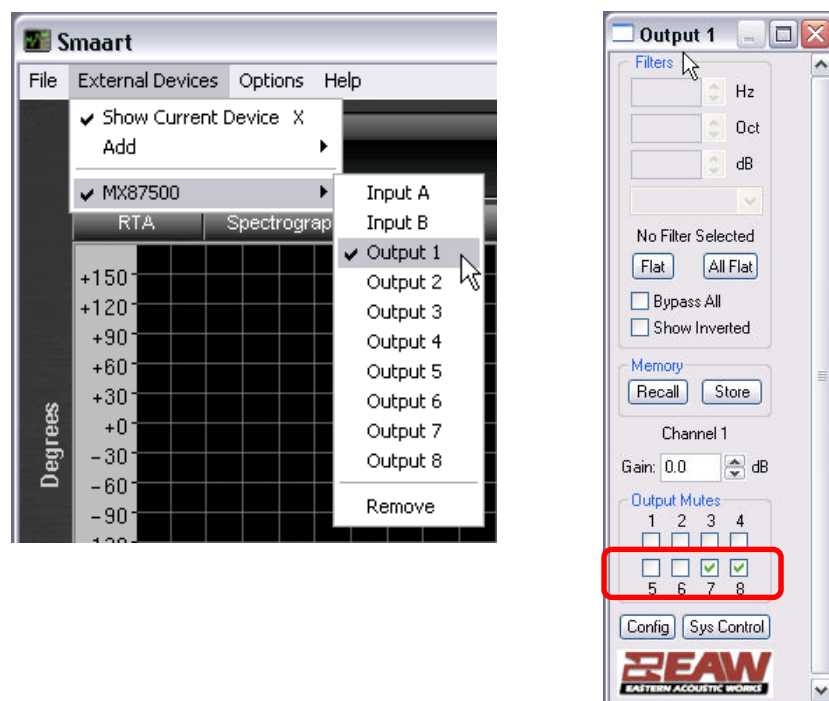

Bild 5-2 Selektion (links) und Konfiguration (rechts) eines Ausgangs des externen Gerätes.
2. Unter **Device Name** können Sie dem Gerät einen Namen geben, der nach der Konfiguration unter **External Devices** auftaucht (links im Bild 5-2).
3. Sie können auch die jeweiligen Ein- und Ausgänge mit Namen versehen. Außerdem lässt sich durch das An- oder Ausklicken der Checkbox bestimmen, ob der jeweilige Ein/Ausgang im fliegenden Menü angezeigt wird (links im Bild 5-2).
5. Selektieren Sie einen Eingang oder Ausgang über das **External Device** Menü (links im Bild 5-2). Ein fliegendes Kontrollfenster erscheint, wie rechts im Bild von 5-2 zu sehen. Die einzelnen Parameter der Filter erscheinen sofort, wenn man auf die Marker in der Magnitudenanzeige klickt.
Löschen Sie ein Gerät indem Sie **External Devices > Device Name > Remove** anklicken (siehe links im Bild 5-2). Anschließend verschwindet das Gerät aus der Liste im **External Devices** Menü.